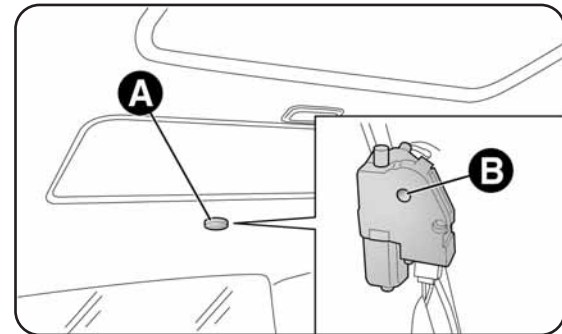

fig. 50
- retirer le bouchon de protection A-fig. 50 situé sur la partie arrière du revêtement interne ;